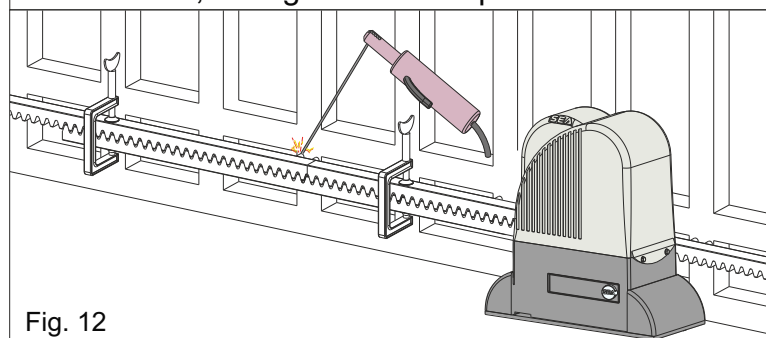

Fig. 12
5.4. Comprobar que todos los elementos de la cremallera estén perfectamente alineados y colocados correctamente (**dentado en fase**). Es aconsejable oponer un tercer elemento a dos elementos sucesivos como se indica en la Fig. 12;